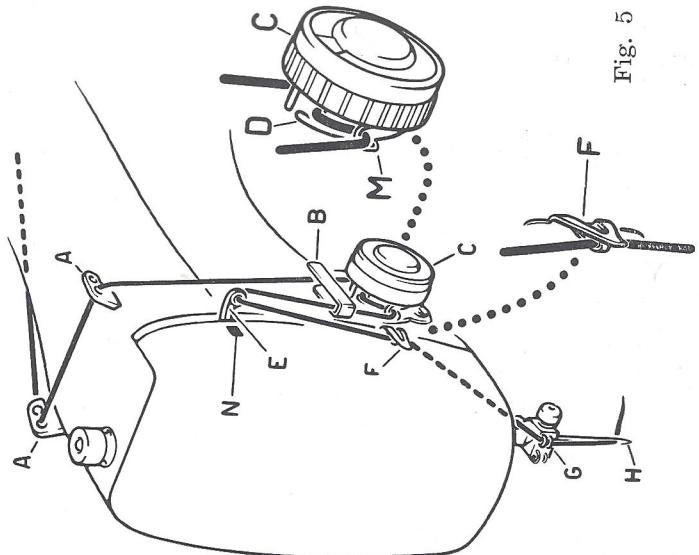

Fig. 5
Pasar el hilo por los puntos indicados en la fig. 5. Despues de haberlo introducido en los discos de la tensión «C», sujetar el hilo entre los dos pasa-hilos «A» y «A» y tirar ligeramente de su punta hacia la derecha, de manera que arrastre hacia arriba el muelle «M» y se coloque por encima del ganchito «D». El hilo pasa automáticamente sobre el ganchito «D» y por debajo del muelle «M» después de ejecutadas las primeras puntadas y a condición de que el botón «C» esté por lo menos en el n.º 4. Enhebrar la aguja de izquierda a derecha dejando sobresalir el hilo unos 10 cms. aproximadamente.
- Colocar la aguja en alto y el tira-hilo «E» en correspondencia con la Línea «N» (fig. 5),